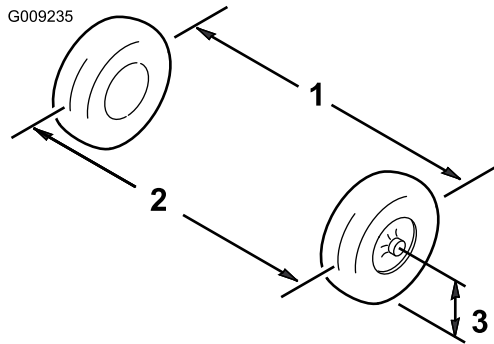

Bild 54
2. Messen Sie den Abstand zwischen beiden Vorderreifen auf Achshöhe (an der Vorder- und Rückseite der Vorderreifen) (Bild 54).